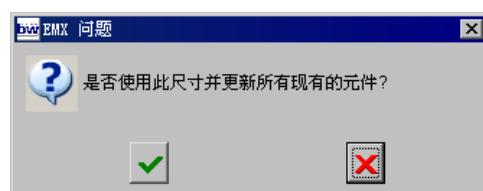

图 30.18 “EMX 问题”对话框
Step3. 更改模架尺寸。在“模架定义”对话框右上角的 尺寸 下拉列表中选择 596x596，此时系统弹出图 30.18 所示的“EMX 问题”对话框，单击 按钮。